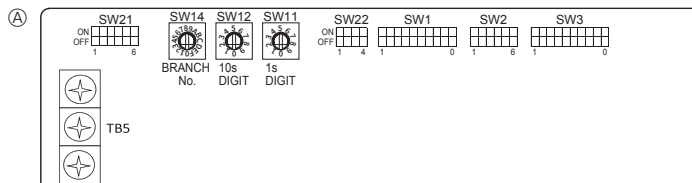

Fig. 5-10
5.6. Adressen einsetzen (Fig. 5-10)
5.7. Schaltereinstellung für hohe Decken oder zum Zeitpunkt der Änderung der Anzahl der Luftausläßöffnungen (Fig. 5-10)
5.8. Messen der Raumtemperatur mit dem in eine Fernbedienung eingebauten Temperaturfühler (Fig. 5-10)